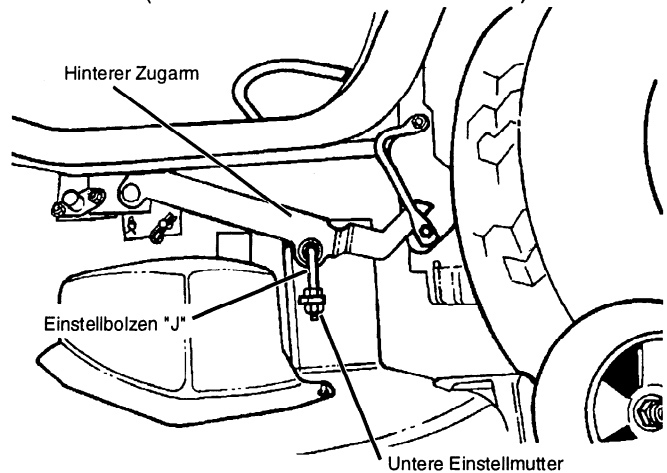

ABBILDUNG 44
- Mit einem 15 mm Schraubenschlüssel obere Klemmutter auf dem linksseitigen Einstellbolzen "J", der zur Innenseite des Mähwerks zeigt, um ca. eine Drehung lösen (siehe Abbildung 44).